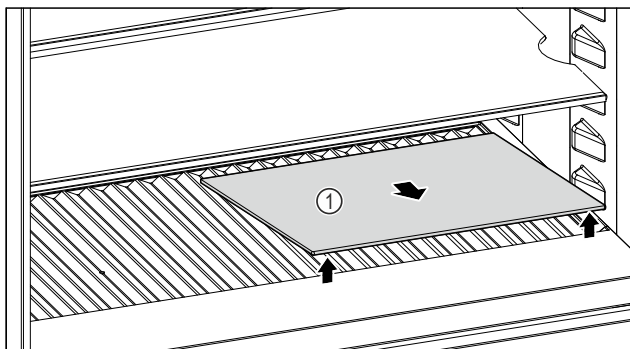

Fig. 191
- Glasplatte Fig. 191 (1) an der Aussparung vorne anheben und herausnehmen.
- Glasplatte Fig. 191 (1) außerhalb des Geräts sicher aufbewahren.